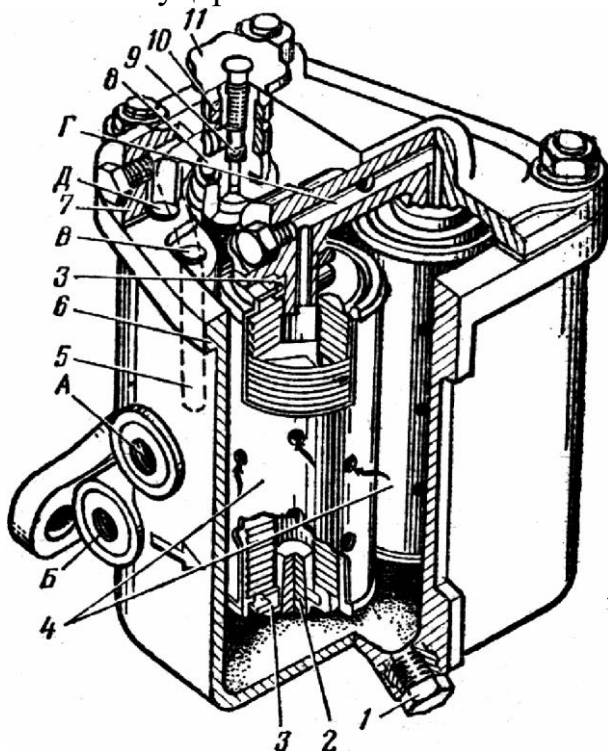

Рис. 2.15. Фильтр тонкой очистки топлива двигателя Д-240:
2. Изучите фильтр тонкой очистки топлива (рис. 2.15).